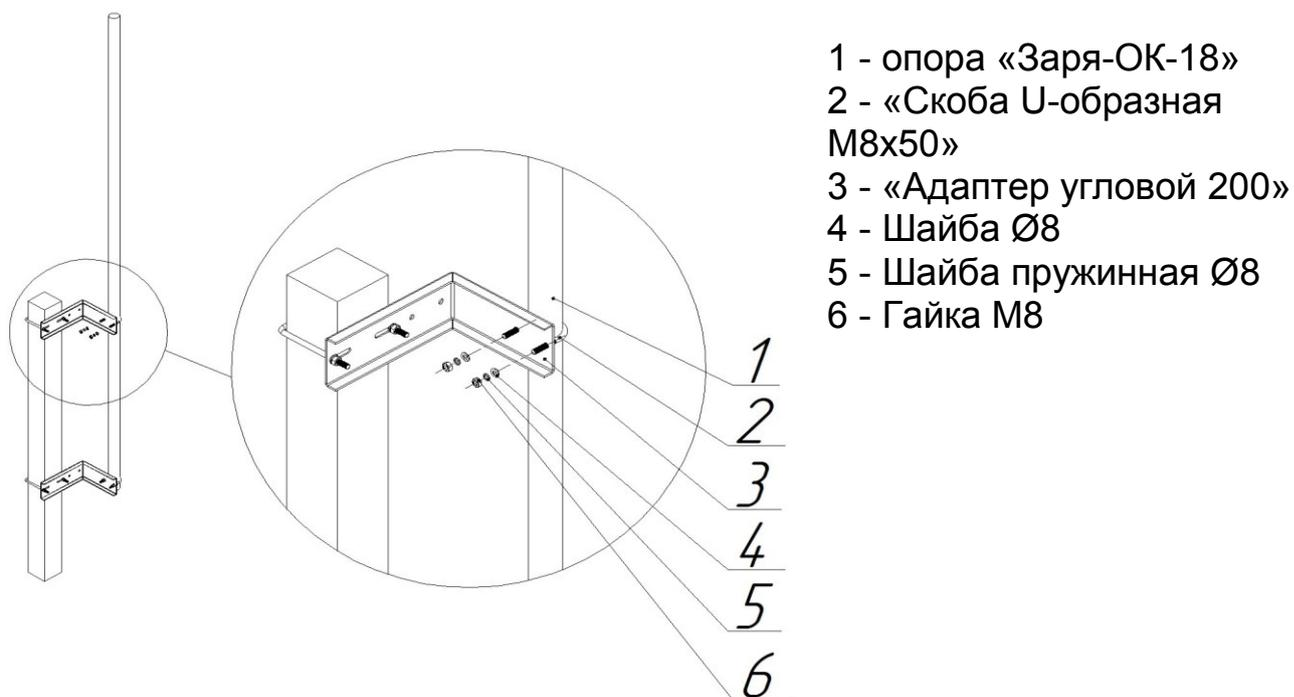

Рис. 2 - Установка опоры «Заря-ОК-18» на адаптеры
4.4.4. Закрепить опору «Заря-ОК-18» поз.1 на установленные адаптеры поз.3 с помощью скоб поз.2, гаек поз.6, шайб поз. 4 и 5 (рис. 2) из комплекта адаптеров «Заря-АК-У».